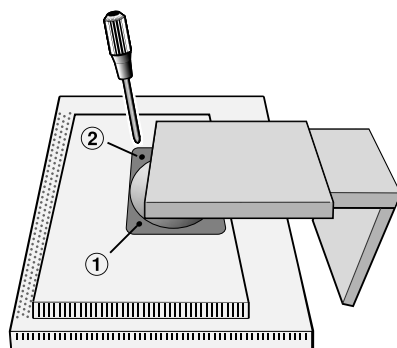

Rysunek S.1
3. Połóż monitor ekranem w dół na miękkiej powierzchni. (Połóż ekran na platformie o grubości 29 mm tak, aby podstawa była równoległa do powierzchni) (**Rysunek S.1**).